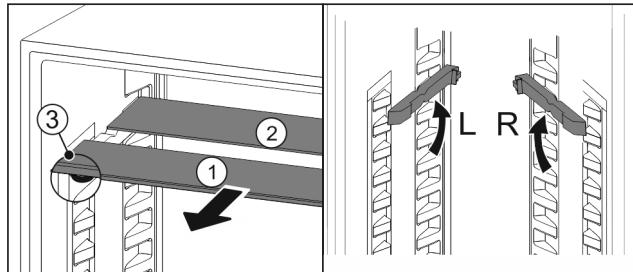

Fig. 20
- Издърпайте Fig. 20 (1) поотделно стъклените площи напред.
- Стъклената плоча Fig. 20 (1) с декоративната лайстна е отпред.
- Ограничителите Fig. 20 (3) сочат надолу.